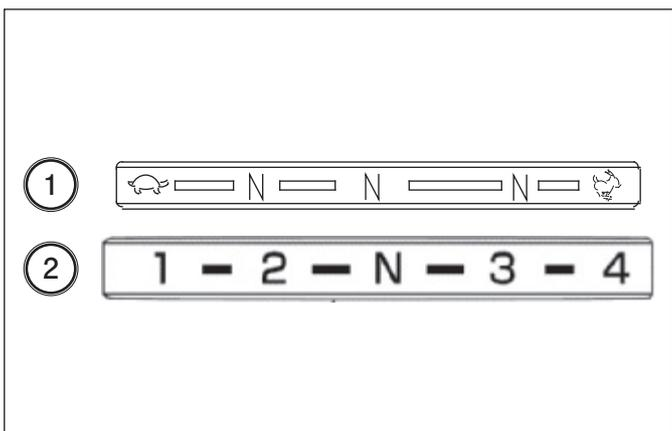

FIG. 4-21
**FIG. 4-21:** Au total, vous disposez de huit rapports de marche avant et de marche arrière. Les rapports à baladeurs autorisent le changement de rapport et de plage de vitesse tracteur à l'arrêt complet (pédale d'embrayage et pédale de frein enfoncée). Si vous avez choisi la transmission à marche lente, vous disposez de 12 rapports de marche avant et de marche arrière. Pour choisir la marche lente, amenez le levier de sélection de plage 1 au centre.